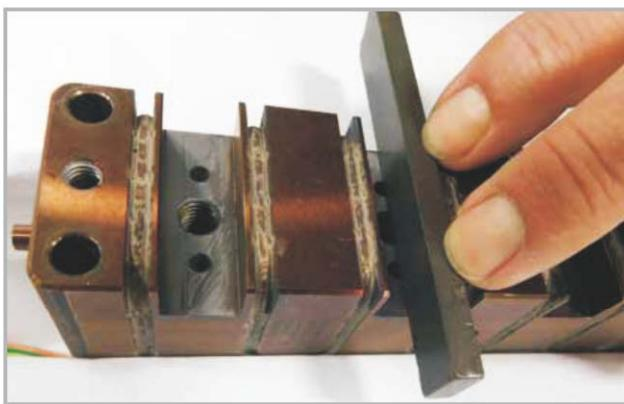

图19-10 清洁分流板接口
2. 使用细级（400 或 600 目）抛光石清洁分流板接口。参见图 19-10。
- 使用细抛光石清洁Melt-CUBE上的分流板接口。参见第19-11页的“图19-10清洁分流板接口”。